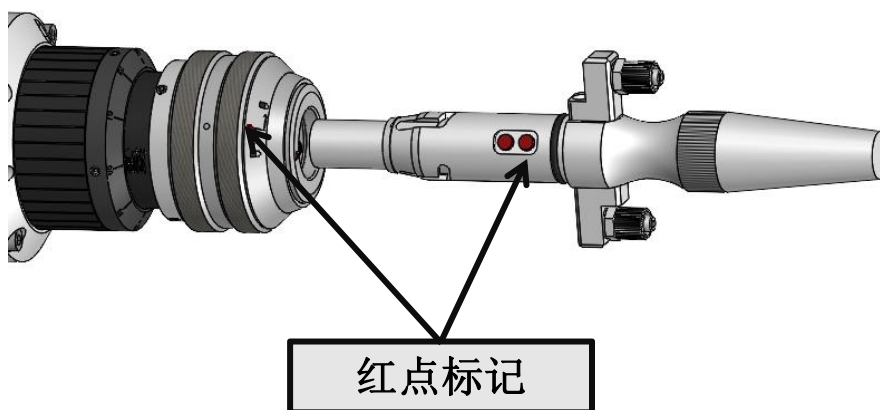

图2.0
- ④ 光纤头上红点对准QBH连接器的红点，慢慢将光纤头插入QBH连接器中，如下图2.0所示：